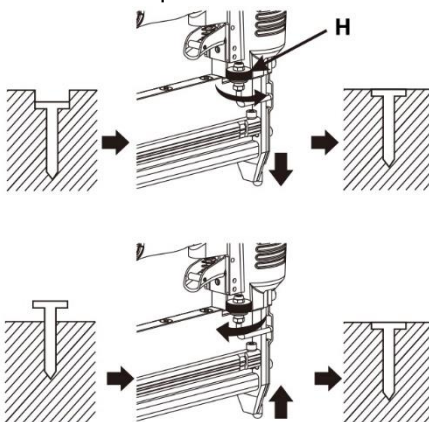

Figure 6
- a. Si elle est trop profonde, tournez le bouton de réglage dans le sens antihoraire (figure 6)
- b. Si elle n'est pas assez profonde, tournez le bouton de réglage dans le sens horaire (figure 6)